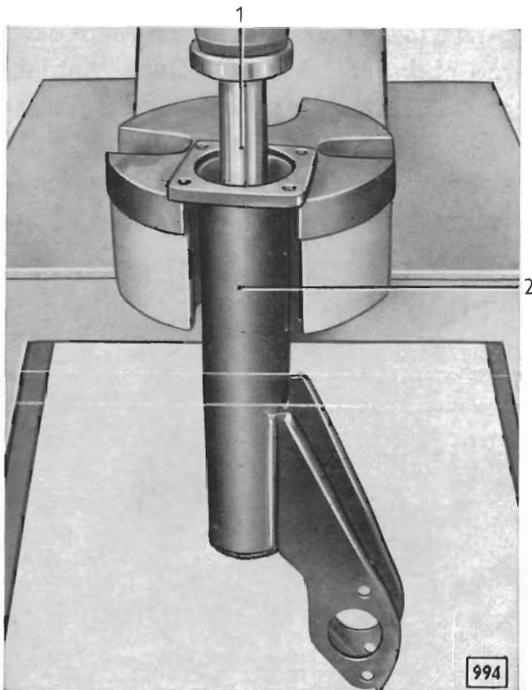

Bild 70 - Kugellager und Schutzkappe aus Hinterachsverlängerung mit Dorn S-1209 auspressen
- 1. Kugellager (72/4) und Schutzkappe (72/2) in Hinterachsverlängerung gemeinsam mit Dorn S-1209 (70/1) unter Presse aus Verlängerung auspressen (Bild 70). Zum Auspressen Dorn mit Zapfenseite in Verlängerung einführen und Zapfen in Kugellagerbohrung einsetzen.